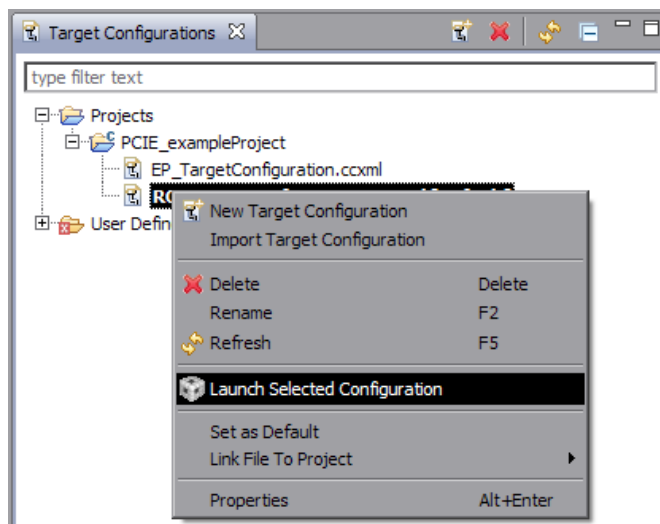

Рисунок 4-2: Запуск целевой конфигурации
3. Нажмите на целевой конфигурации «RC\_TargetConfiguration.ccxml» правой кнопкой мыши. В появившемся контекстном меню выберите пункт «Launch Selected Configuration» (рисунок 4-2).